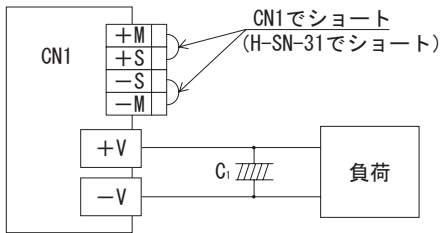
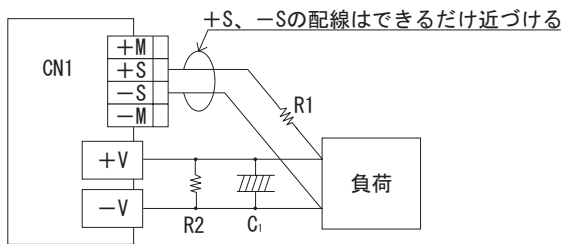

図 5.11 リモートセンシングを使用しない場合
図 5.12 リモートセンシングを使用する場合
- リモートセンシングを使用する場合と使用しない場合の結線を図 5.11 ~ 図 5.12 に示します。
- ①負荷線に接触不良 (ねじのゆるみなど) が生じると、センシング線に負荷電流が流れ、電源内部回路が故障することがありますので結線には充分注意してください。
- ②電源から負荷までの配線は、充分余裕のある太い電線を使用し、ラインドロップは 0.3V 以下でご使用ください。
- ③センシング線が長くなる場合、C1、R1 をつけてください。
- ④センシング線は、ツイストペア線またはシールド線を使用してください。
- ⑤+M、-M、+S、-S 端子から電流を取り出さないでください。
- ⑥配線や負荷のインピーダンスによって、電源出力電圧に発振波形が発生したり、出力電圧の変動が大きくなる場合があります。